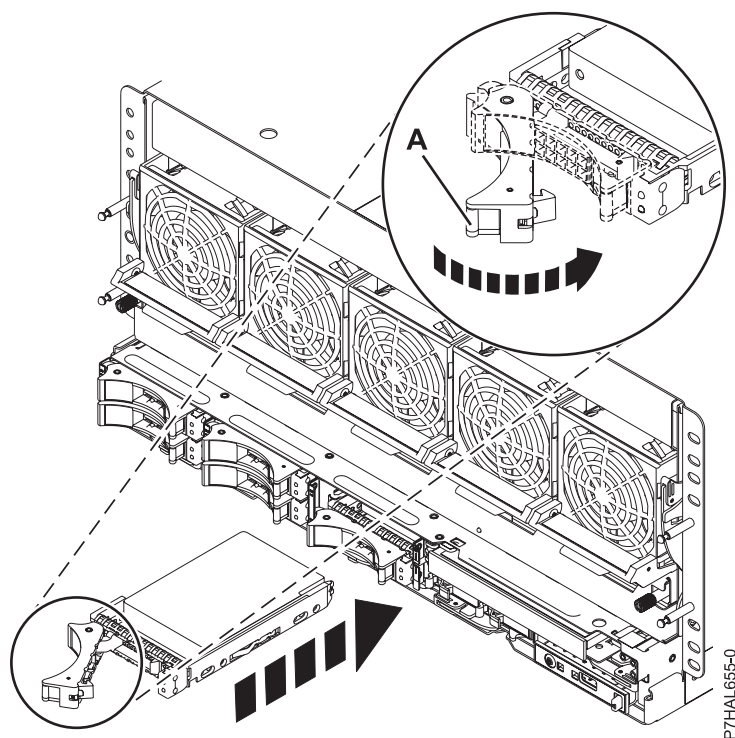

Figura 15. Instalación de una unidad de disco en el sistema
5. Deslice la unidad hasta el fondo del sistema o la unidad de expansión y empuje el asa de la unidad (A) hasta que quede encajada. Consulte la Figura 15 en la página 29 que muestra la instalación de una unidad en el sistema.